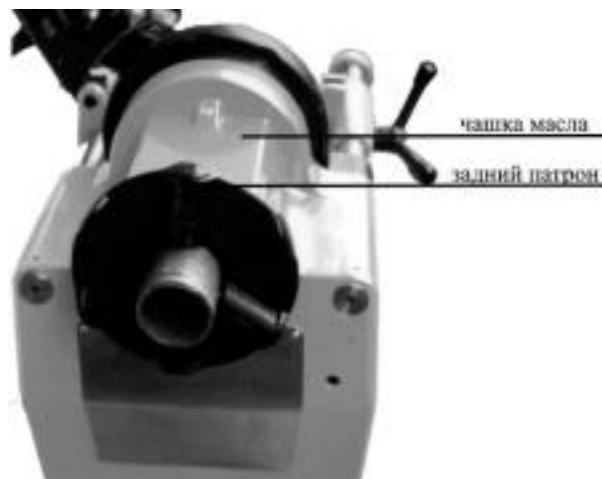

Рис.3
1. Поверните передние и задние патроны по часовой стрелке, затем ослабьте три кулачка, установите трубу рядом с задним патроном, чтобы она проходила через передний патрон. Установите трубу так, чтобы зона резки или торец, подлежащий нарезанию резьбы, на 100 мм выступал из передней части зажимного патрона (см. рис. 3).